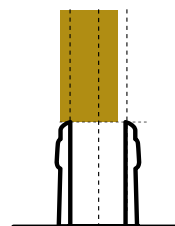

Figure 12
- Vérifier l'alignement du piston d'enfoncement, ainsi que le bon état et l'alignement du cône de centrage. Cela est essentiel pour une mise en place correcte du bouchon dans le goulot (Figure 12);